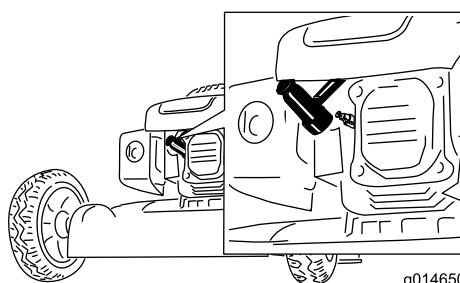

Figure 15
- Débranchez le fil de la bougie (Figure 15) avant de procéder à un quelconque entretien.